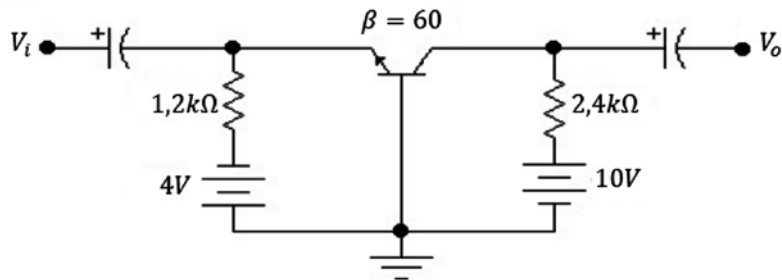

Figura 4.52 Ejercicio de aplicación. Fuente: Elaboración propia
h) En el circuito de la figura 4.52, se pide hallar V_{CE} , I_B .